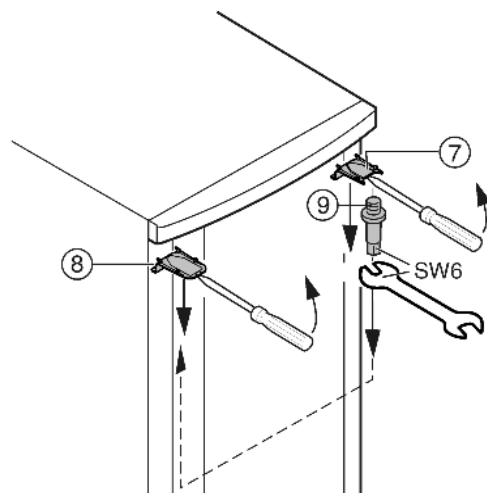

Fig. 6
- Aan de bovenkant afdekking Fig. 6 (7) en afdekking Fig. 6 (8) met een schroevendraaier losklikken en schuin naar beneden verwijderen.
- Lagerbout Fig. 6 (9) uitdraaien en aan de andere kant **goed (min. 4 Nm)** vastschroeven.
- Afdekking Fig. 6 (7) aan de kant van de lagerbout weer aanbrengen: achteraan inzetten, vooraan vastklikken.
- Afdekking Fig. 6 (8) op de tegenoverliggende kant monteren: achteraan inzetten, vooraan vastklikken.
- Deur boven in de lagerbout Fig. 6 (9) hangen.